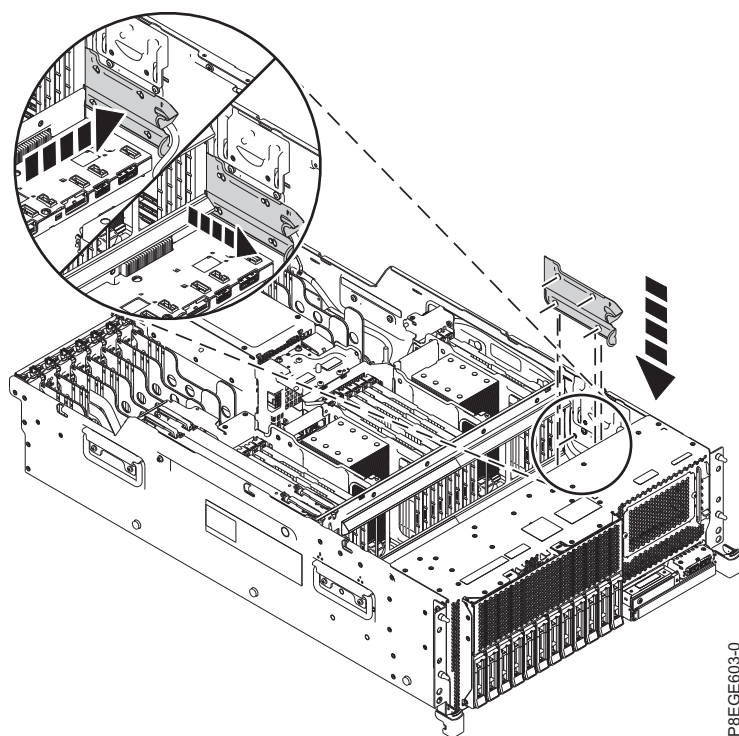

Figura 4. Substitució de la coberta del cable USB
5. Substituiu la coberta del cable USB inserint les ranures als pins de la coberta del xassís. Agafeu la nansa superior de la coberta i estireu-la cap a la part frontal del sistema. Estireu la coberta endavant fins que les ranures quedin fixades amb els pins de la nansa superior del pestells de la coberta. Consulteu Figura 4 a la pàgina 7.